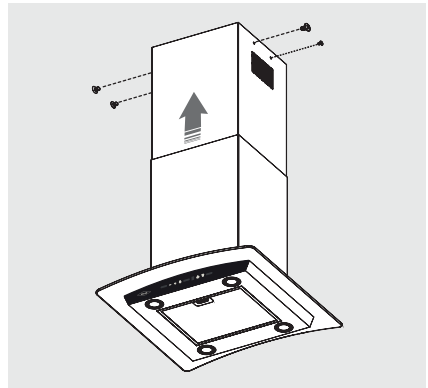

Figura 15.
12. Deslice el cubreducto superior y asegúrelo al soporte del techo usando 4 tornillos M4X8. **(Ver Figura 15).**